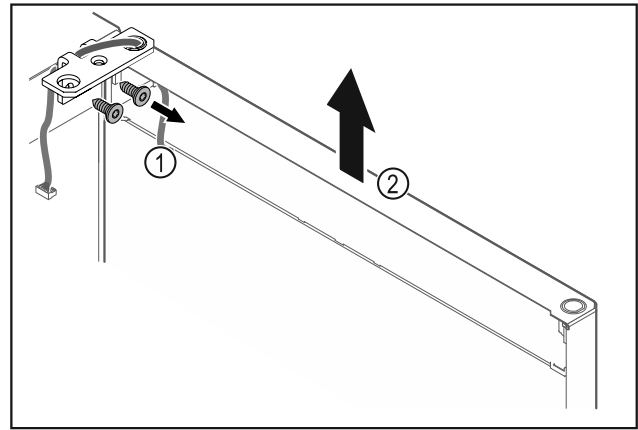

Fig. 21
- ▶ Ξεβιδώστε τη γωνία μεντεσέ Fig. 21 (1).
- ▶ Σηκώστε την πόρτα μαζί με τη γωνία μεντεσέ Fig. 21 (2) περίπου 200 mm ευθεία προς τα επάνω και αφαιρέστε τη.